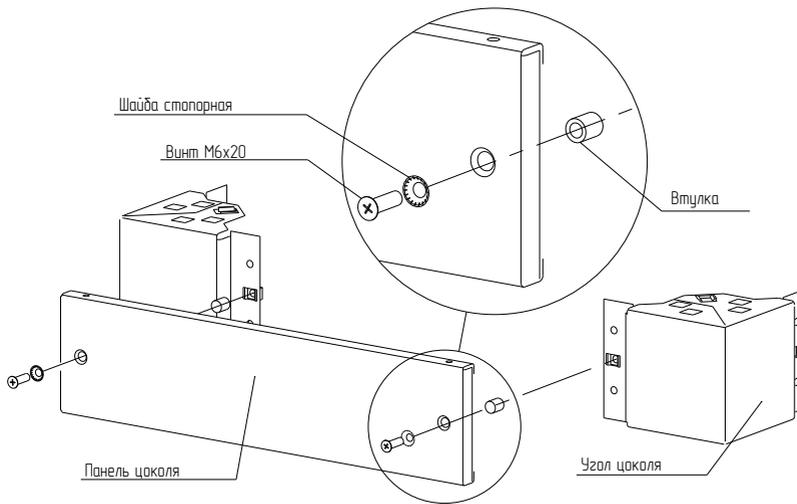

Рисунок 6
4.3.3 Вставить в панель цоколя два винта М6×20 со стопорной шайбой и втулкой на каждом винте (рисунок 6) и закрепить панель цоколя на углах цоколя. Момент затяжки – 4 Н·м.